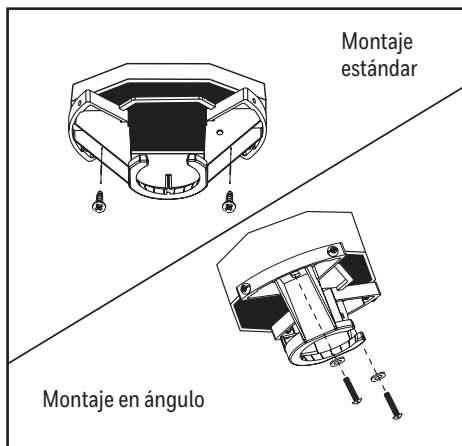

Figura 2.2
2. Fije el soporte de montaje a la caja de salida (no se incluye) con los tornillos y las arandelas incluidos con la caja de salida (se vende por separado) (Figura 2.2).